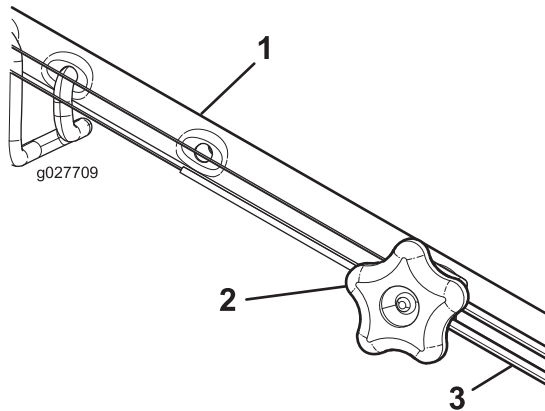

Bild 39
1. Drehen Sie das Handrad nach links, um die Zueinstellung zu lösen (Bild 39).
2. Stellen Sie die Spannung des Zugs (Bild 39) ein, indem Sie ihn zurückziehen oder nach vorne drücken und dann in dieser Stellung arretieren.